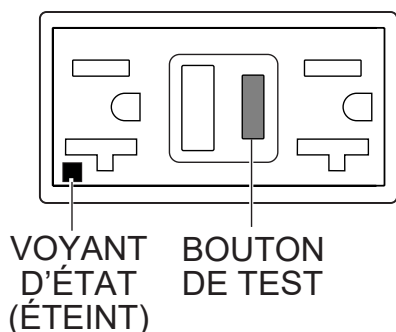

Figure 58. Réceptacle GFCI (ARRÊTÉ)
- Appuyez sur le bouton **TEST** (Figure 58) sur la prise GFCI et vérifiez que le voyant d'état **S'ÉTEINT**.